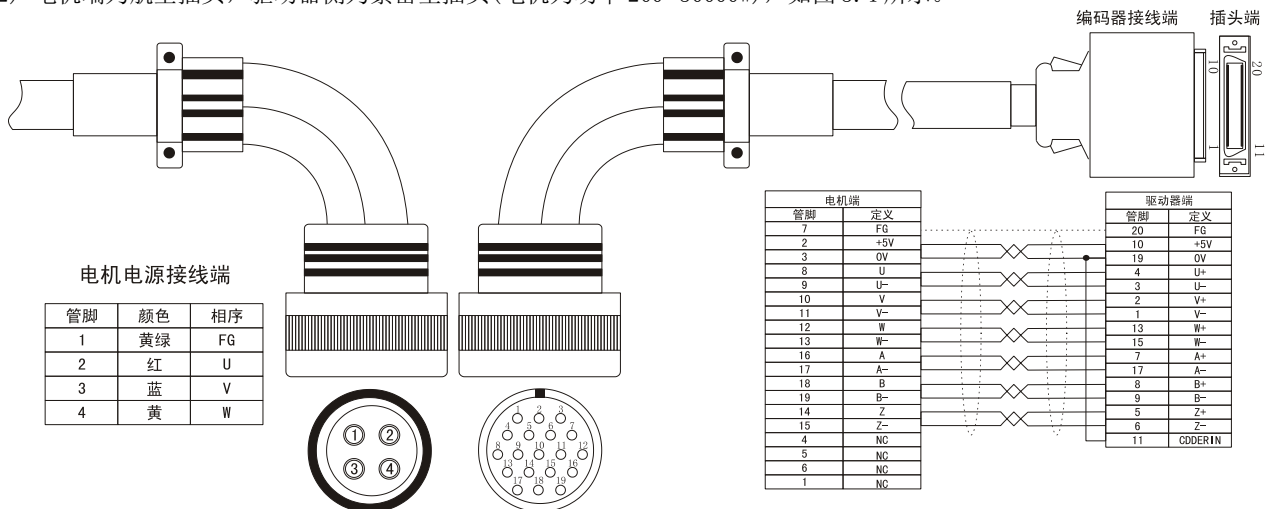

图 3.4 电机端为航空插头，驱动器侧为紧密型插头
2) 电机端为航空插头，驱动器侧为紧密型插头(电机为功率 200~30000W)，如图 3.4 所示。